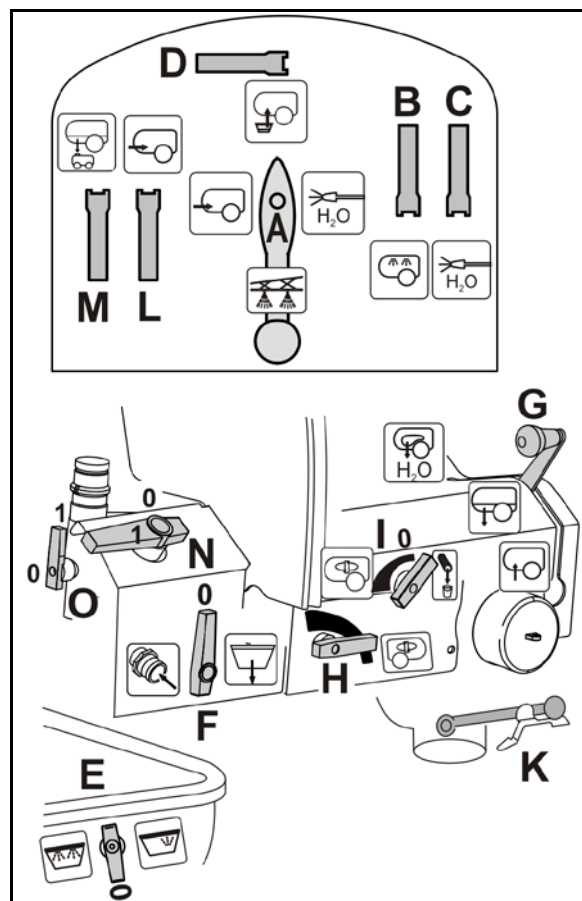

Bild. 152
16. **Super-S-ramp:** Avvattna trycksensorn (Bild 152/1), genom att lossa slangens från trycksensorn.